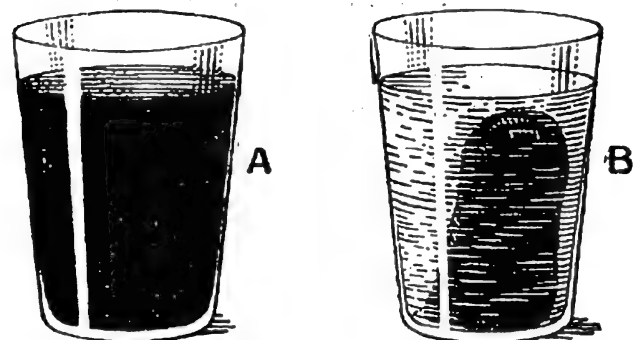

Fig. 2. — A : du sang frais dans un verre; — B : quelque temps après, le sang a formé un caillot noirâtre qui baigne dans un liquide jaune
**1. Le sang.** — Observons le sang d'un lapin ou d'un poulet qu'on vient de tuer. C'est un liquide rouge, épais. Touchons-le: il colle aux doigts et paraît gluant. Au bout de quelque temps, il se caille et, dans le verre qui le contient, nous voyons alors un caillot noirâtre baignant dans un liquide jaune (*fig. 2*).